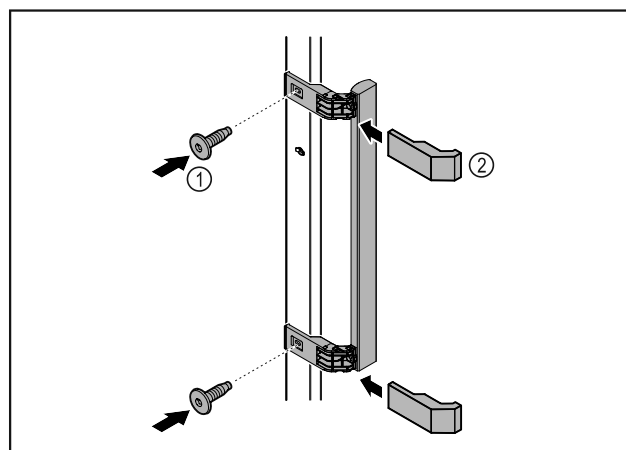

Fig. 50
- Colocar en la puerta el tirador del kit de accesorios con los tornillos incluidos Fig. 50 (1).
- Colocar las cubiertas Fig. 50 (2).